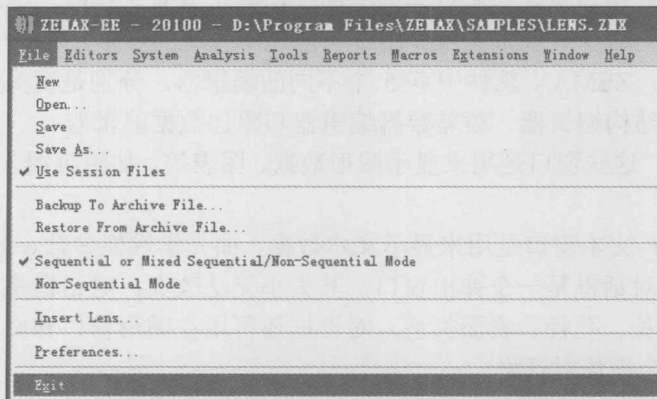

图 1-7 “文件菜单”退出
(2) 从“文件菜单”(File)退出。选择“文件菜单”，在弹出的下拉菜单中选择“Exit”选项，如图 1-7 所示。